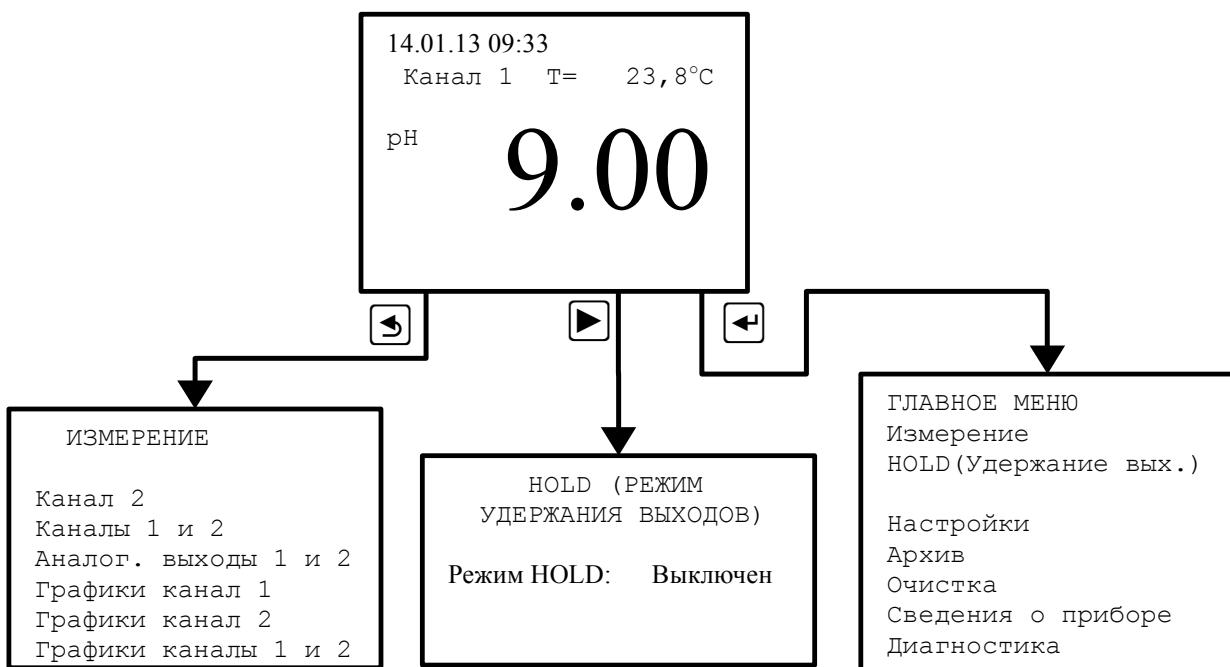

Рисунок 4 - Режим измерения
3.3.1.4 При помощи «горячих» кнопок из режима измерения можно перейти к некоторым режимам и меню анализатора без перехода через «ГЛАВНОЕ МЕНЮ» (Рисунок 4).
3.3.3.1 Чтобы войти в меню «УСТАНОВКИ» из режима измерения, надо сначала войти в Главное меню. Вход в «ГЛАВНОЕ МЕНЮ» производится при нажатии кнопки (смотри п.Рисунок 4).